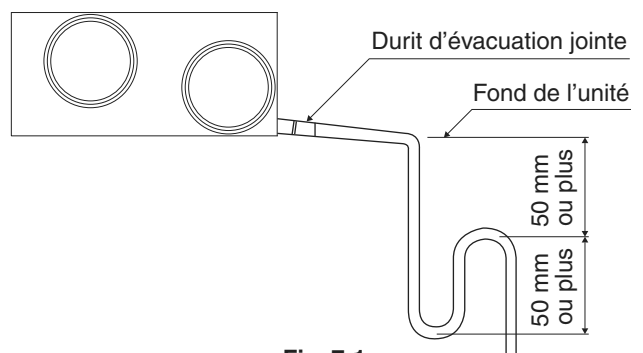

Fig. 7-1
- En cas de connexion directe du conduit du système, il y a une pression négative à l'intérieur de l'appareil par rapport à la pression atmosphérique lorsque l'appareil est en marche, assurez-vous donc de fournir un purgeur sur le conduit d'évacuation. **(Voir Fig. 7-1)**